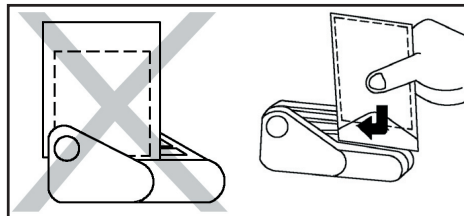

Fig. 2
- Insertar el extremo del lado por abrir del sobre a lo largo de la guía y deslizar como se muestra en la Fig. 2.